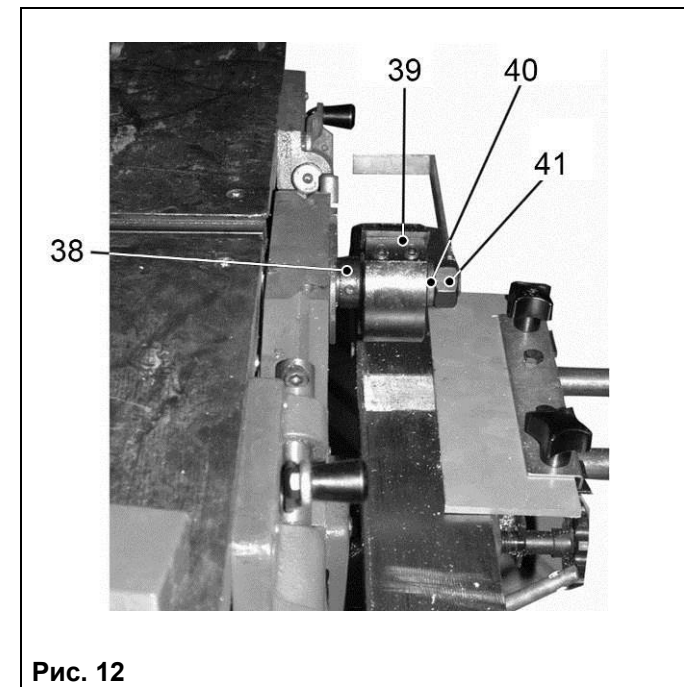

Рис. 12
8.3.2. На шпиндель (38) установите фрезерную головку (39) или насадную фрезу. При необходимости установите наборные шайбы (40) так, чтобы перекрыть 1-2 оборота резьбы на шпинделе (38). В противном случае, вам не удастся закрепить фрезу или фрезерную головку (39) гайкой (41), Рис. 12.
9.1.1. При выполнении фрезерных работ с использованием фрезерной головки (39), Рис. 12, необходимо: